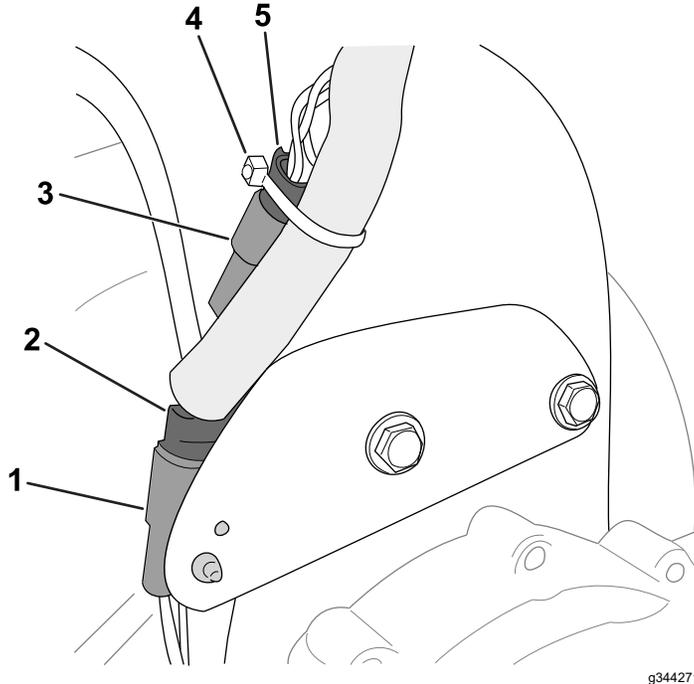

Figura 5
1. Ligue o conector de 2 pinos do motor da caixa de velocidades ao conector do clipe no suporte da cablagem (Figura 5).
2. Ligue os conectores do motor aos conectores da cablagem do kit (Figura 5):
7. Utilize uma braçadeira de cabos para prender os conectores mostrados em Figura 5 à cablagem do kit.